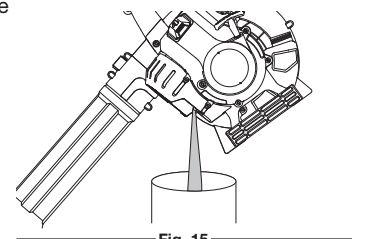

Fig. 15
- Videz l'huile dans un récipient en penchant l'appareil en position verticale (Fig. 15). Prévoyez suffisamment de temps pour une vidange complète.